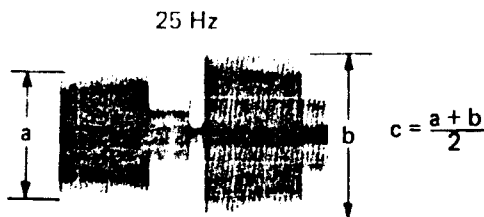

Fig. 5.11 Farbsignal-Aufnahme-Pegel
4. Während der Aufnahme R 433 (REC COLOR LEVEL) so einstellen, daß bei Wiedergabe der Durchschnitt von Punkt 2 erreicht wird (Fig. 5.11).
4. During the recording adjust R 433 (REC COLOR LEVEL) so that at playback the average of para. 2 above is attained (Fig. 5.11).